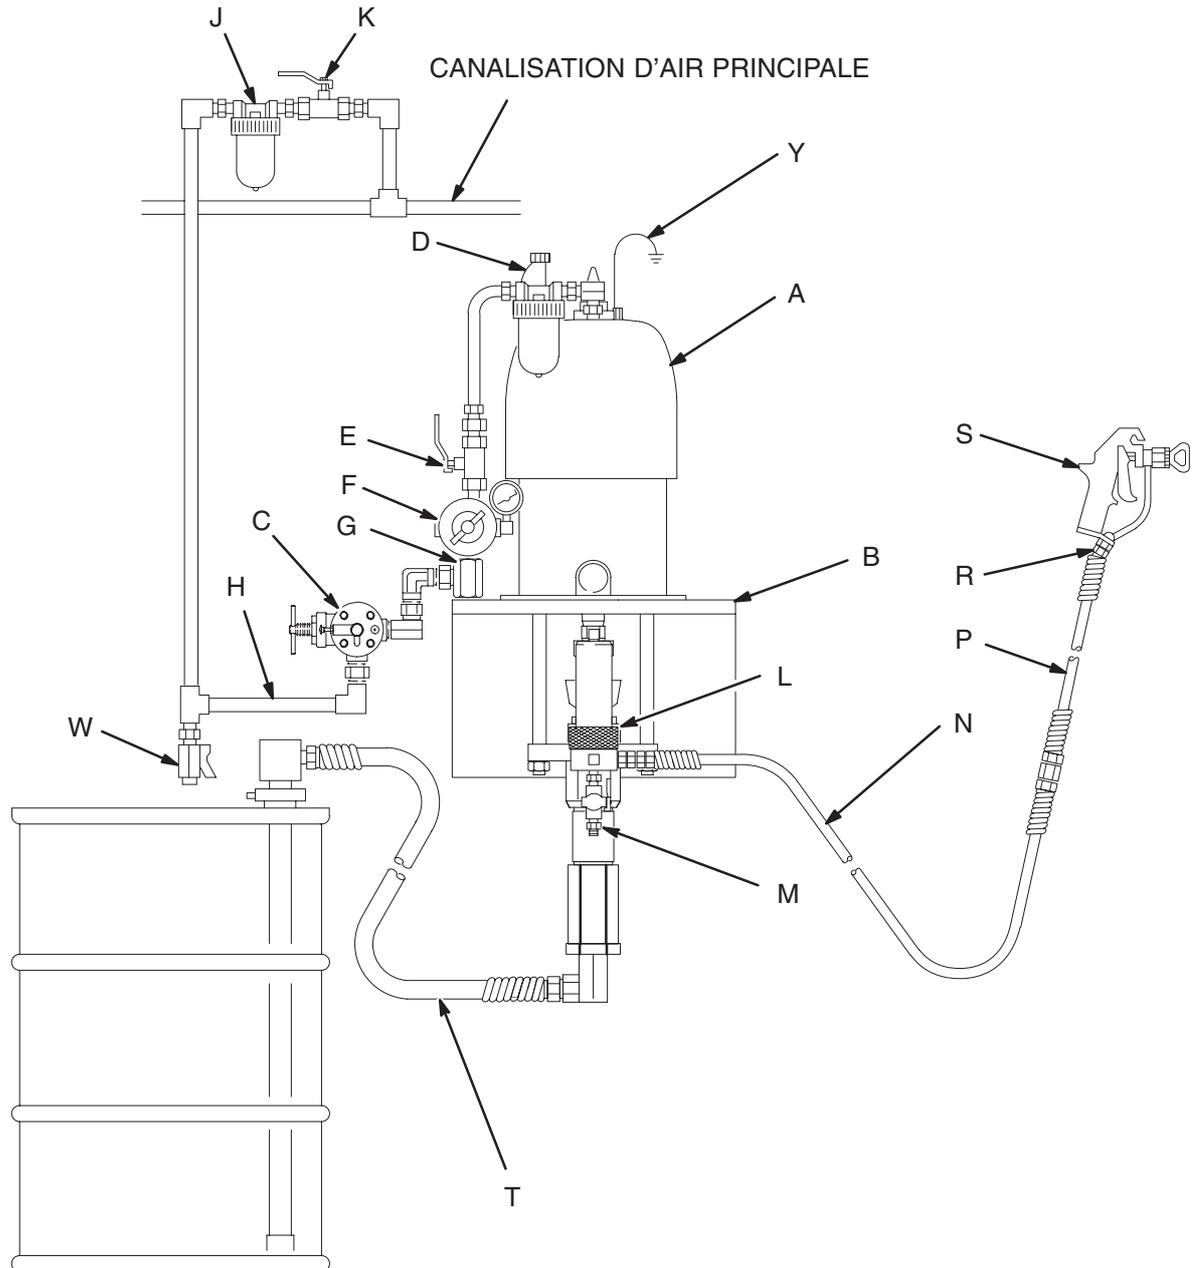

Fig. 2
La Fig. 2 constitue simplement un guide pour le choix et l'installation des accessoires et des composants du système. Prenez contact avec votre représentant Graco ou avec les services d'assistance technique Graco pour obtenir de l'aide pour la conception d'un système qui réponde à vos besoins particuliers.
Monter la pompe (A) selon le type d'installation prévu. La Fig. 2 illustre un système à montage mural. Les dimensions de la pompe et le schéma de perçage des trous de fixation sont indiqués en page 27.
Installer les accessoires suivants aux emplacements indiqués dans la Fig. 2, en utilisant des adaptateurs si besoin est:
- **Un filtre produit (L)** avec un élément de 250 micron en acier inoxydable pour filtrer les particules du produit en sortie de pompe.
- **Une vanne de purge (M)** nécessaire dans le système permet de relâcher la pression produit dans le flexible et le pistolet (voir la **MISE EN GARDE** ci-contre).
- **Un pistolet (S)** distribue le produit. Le pistolet indiqué en Fig. 2 est un pistolet de pulvérisation sans air pour des produits de viscosité faible à moyenne.
- **Un raccord tournant de pistolet (R)** permet une plus grande liberté de mouvement du pistolet.
- **Un kit d'aspiration (T)** permet à la pompe d'aspirer le produit d'un réservoir d'alimentation.
1. Voir la Fig. 2. Raccorder le kit d'aspiration (T) à l'entrée produit de la pompe et placer le tube dans le réservoir d'alimentation produit.